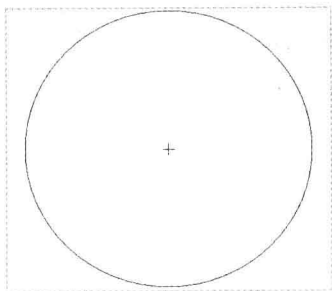

图 2-95 图形文件
Step 01 按【Ctrl+O】组合键，打开图形文件，如图 2-95 所示。